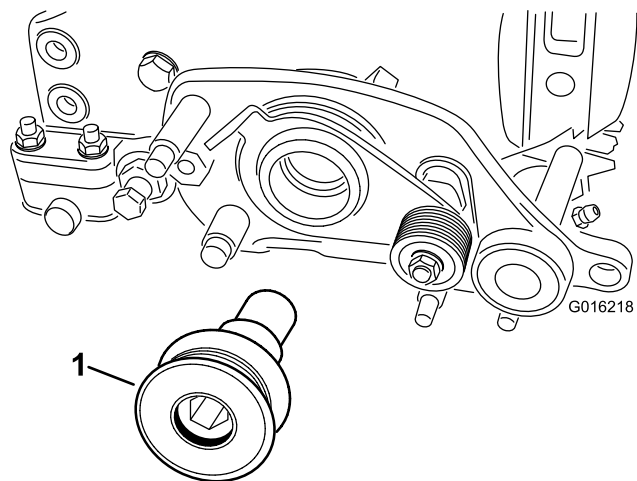

图10
- 将疏草刀驱动皮带轮固定至滚刀右侧的滚刀轴然后上紧扭矩至 170N·m 图10。